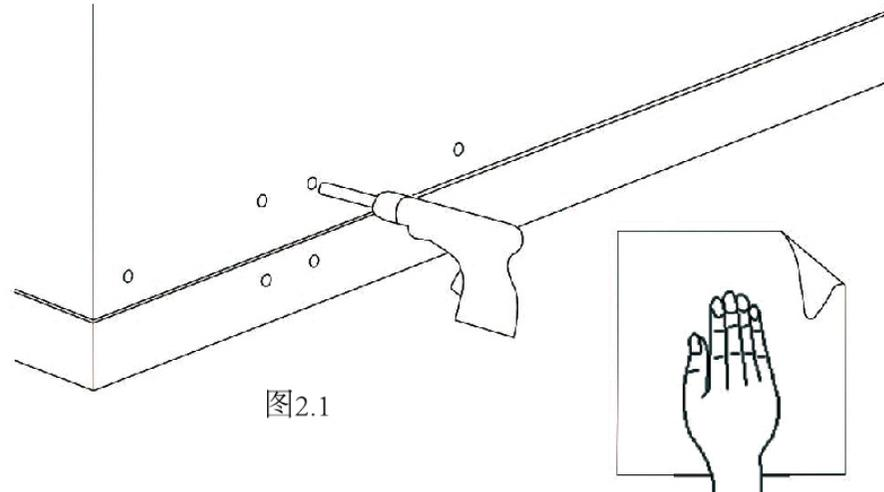

图2.1
6、安装螺孔的螺纹深度,最少必须6牙的锁紧深度,受力较大的部份,如支撑数显表架子固定板,必须有8牙以上的锁紧深度,LS系列光栅尺用M4螺丝安装,L系列光栅尺用M5螺丝安装;其它系列的光栅尺可用M5螺丝安装,安装面攻丝后表面去毛刺、去污渍、去油漆(图2.1)